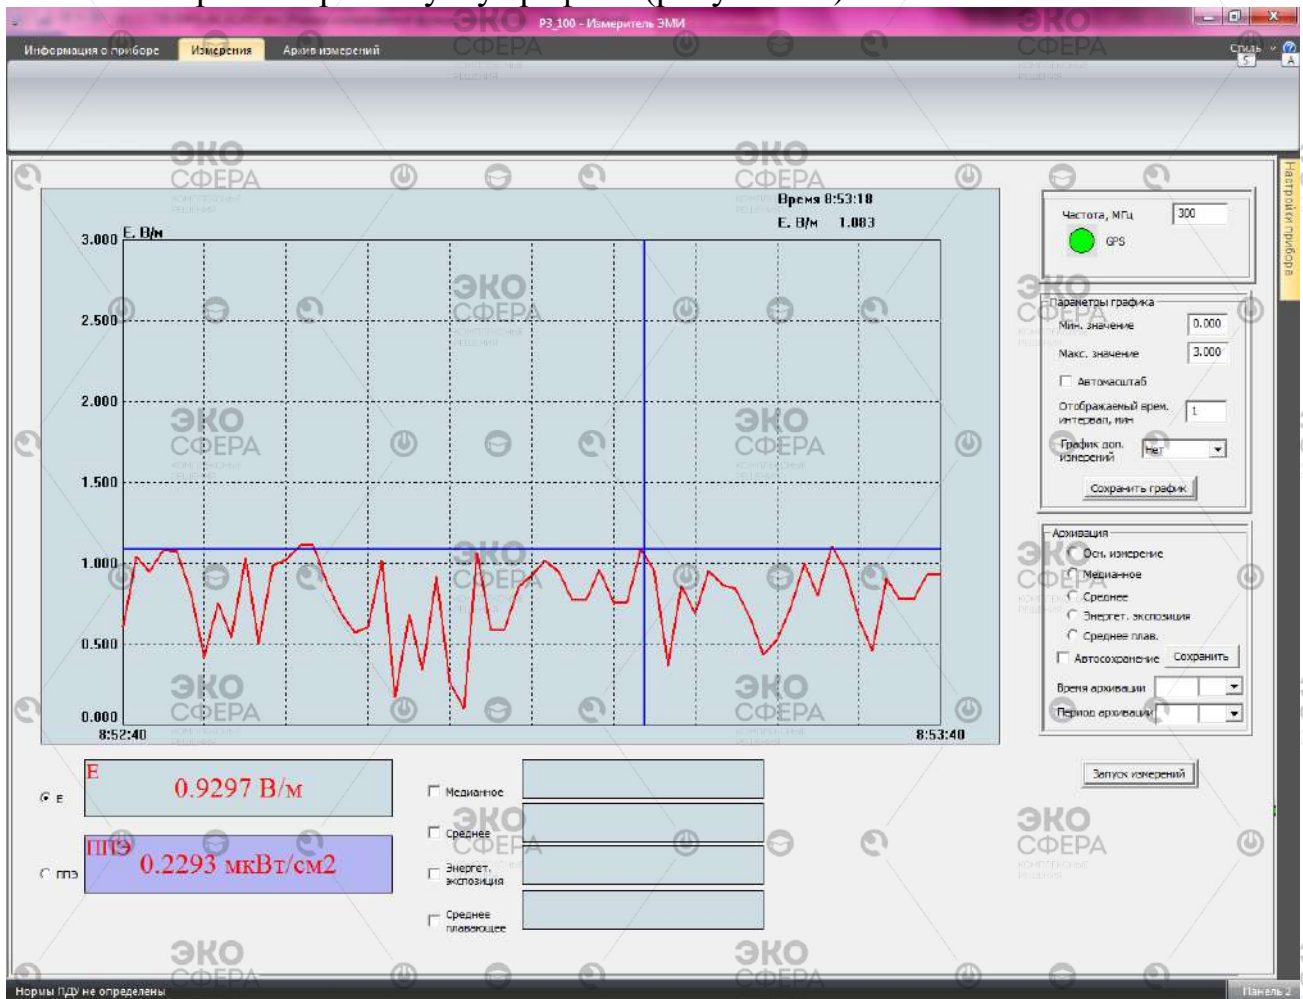

Рисунок 11 – Оцифровка графика результатов основного измерений
- переместить курсор к нужной точке; значения измерений индицируются в верхней правом углу графика (рисунок 11).